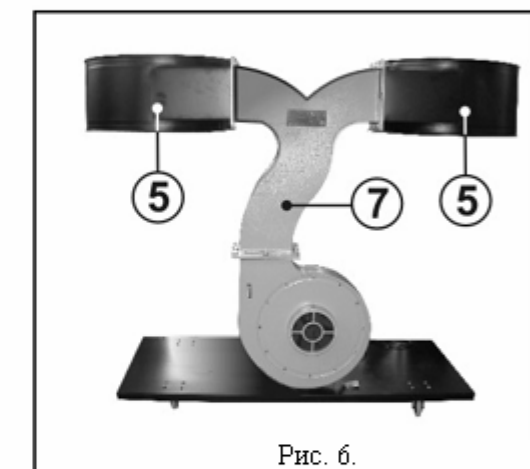

Рис. 6.
- 8.4. Закрепите болтами к отводу (7) левый и правый корпус фильтра (5), установив между ними прокладки, Рис.6.